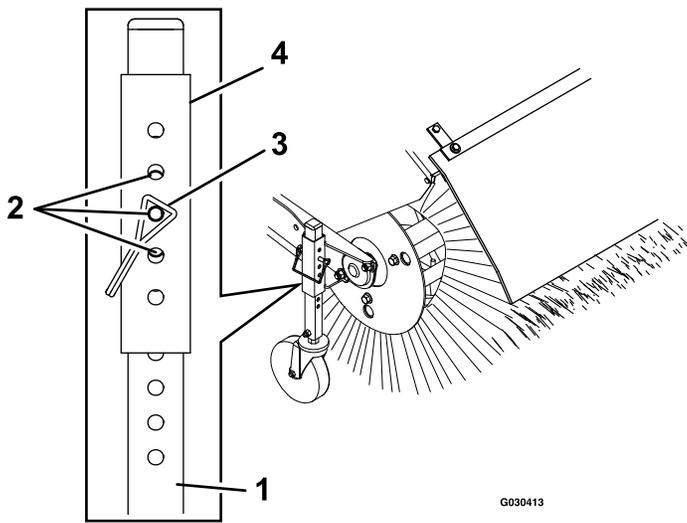

Figura 9
3. Para ajustar la altura del cepillo, retire y guarde el pasador del tubo de ajuste y de la barra de la rueda giratoria (Figura 9).
5. Para obtener ajustes finos, mueva el tubo de ajuste un orificio hacia arriba o hacia abajo sobre la barra de la rueda giratoria para ajustar la altura del cepillo en incrementos de 3 mm ($\frac{1}{8}$ ") (Figura 9). Repita los pasos 3 a 5 en la otra rueda giratoria.